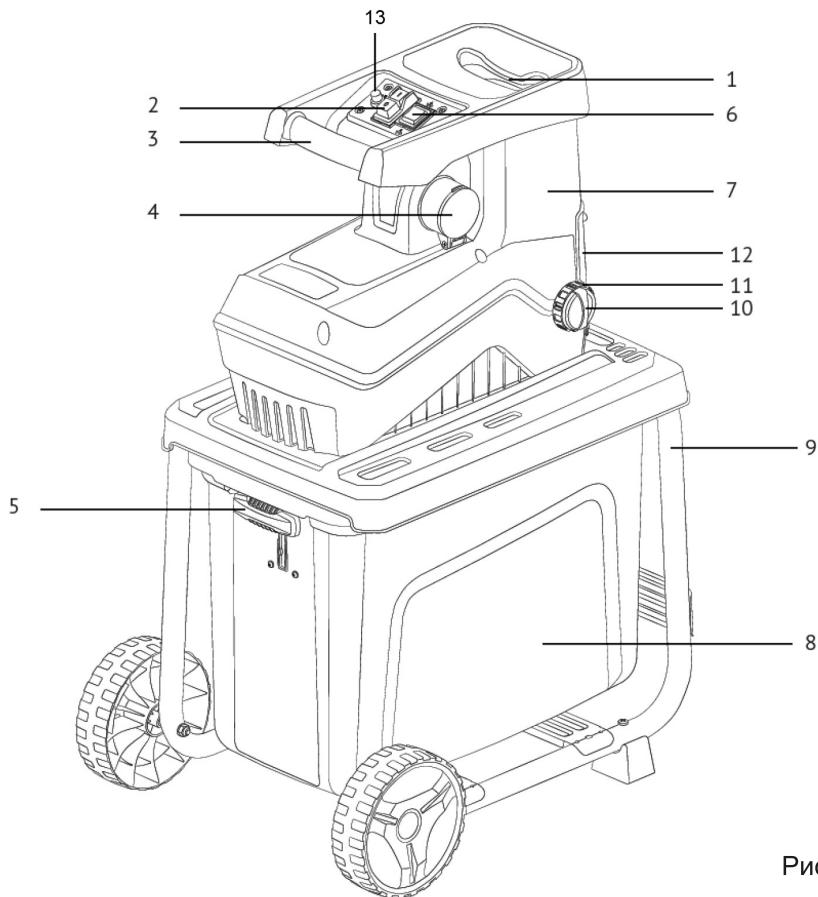
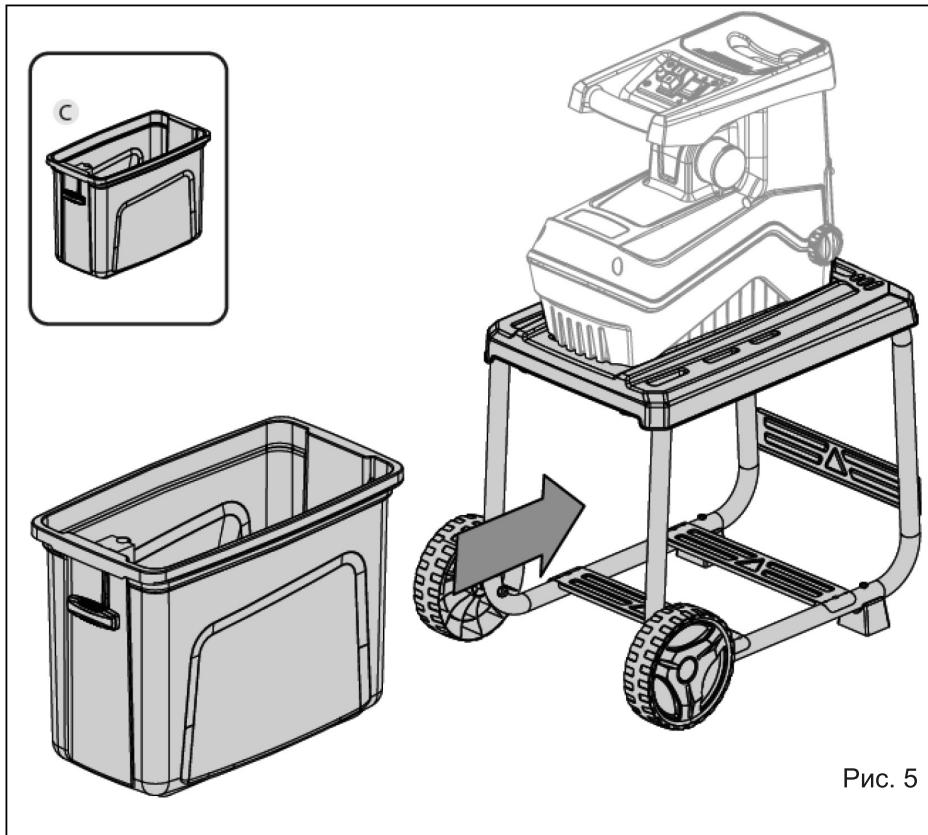

Рис. 1
Рис. 5
4. Вставьте контейнер для сбора щепы (Рис. 5). Поднимите рычаг блокировки контейнера 5 (Рис. 1) вверх, чтобы он вошел в паз концевика и нажал его.
Внимание! Если рычаг 5 (Рис. 1) не заблокировать в концевике, то измельчитель не включится.
Для включения измельчителя нажмите на выключатель 2 (Рис. 1) в положение «1».
Для включения измельчителя нажмите на выключатель 2 (Рис. 1) в положение «0».
Для измельчения веток в контейнер переведите переключатель 6 (Рис. 1) в положение вниз
Для включения режима реверс, чтобы освободить застрявший материал, переведите переключатель 6 (Рис. 1) в положение